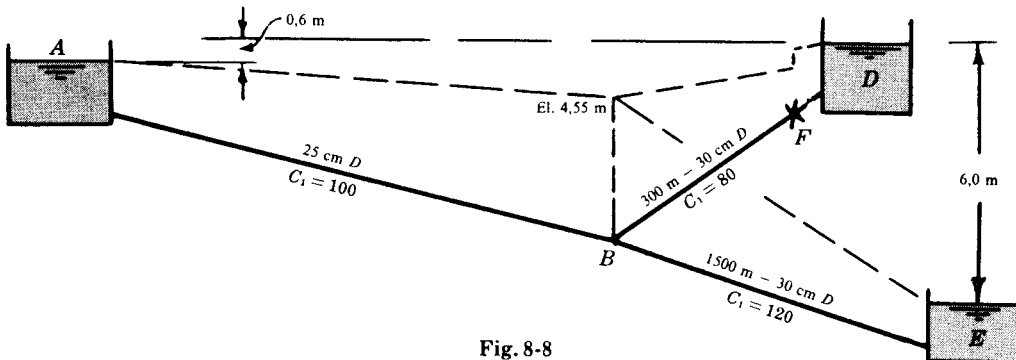

Fig. 8-8
15. En la Fig. 8-8 la válvula F está parcialmente cerrada, lo que produce una pérdida de carga de 1,00 m cuando el caudal que circula a través de ella es de 28 l/seg. ¿Cuál es la longitud de la tubería de 25 cm que parte del depósito A?